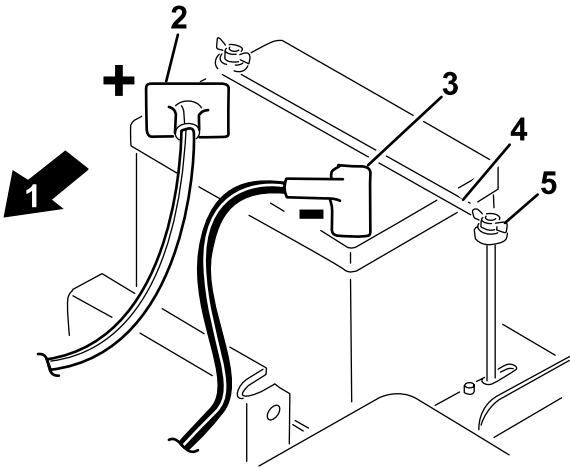

Figura 3
1. Monte la batería detrás del asiento con los terminales de la batería orientados hacia la parte delantera de la máquina (Figura 3).
borne positivo (+) de la batería (Figura 3). Sujételo con un perno de cuello cuadrado y una tuerca.
5. Instale la abrazadera de la batería y las arandelas y fije todo con las tuercas de orejeta (Figura 3).